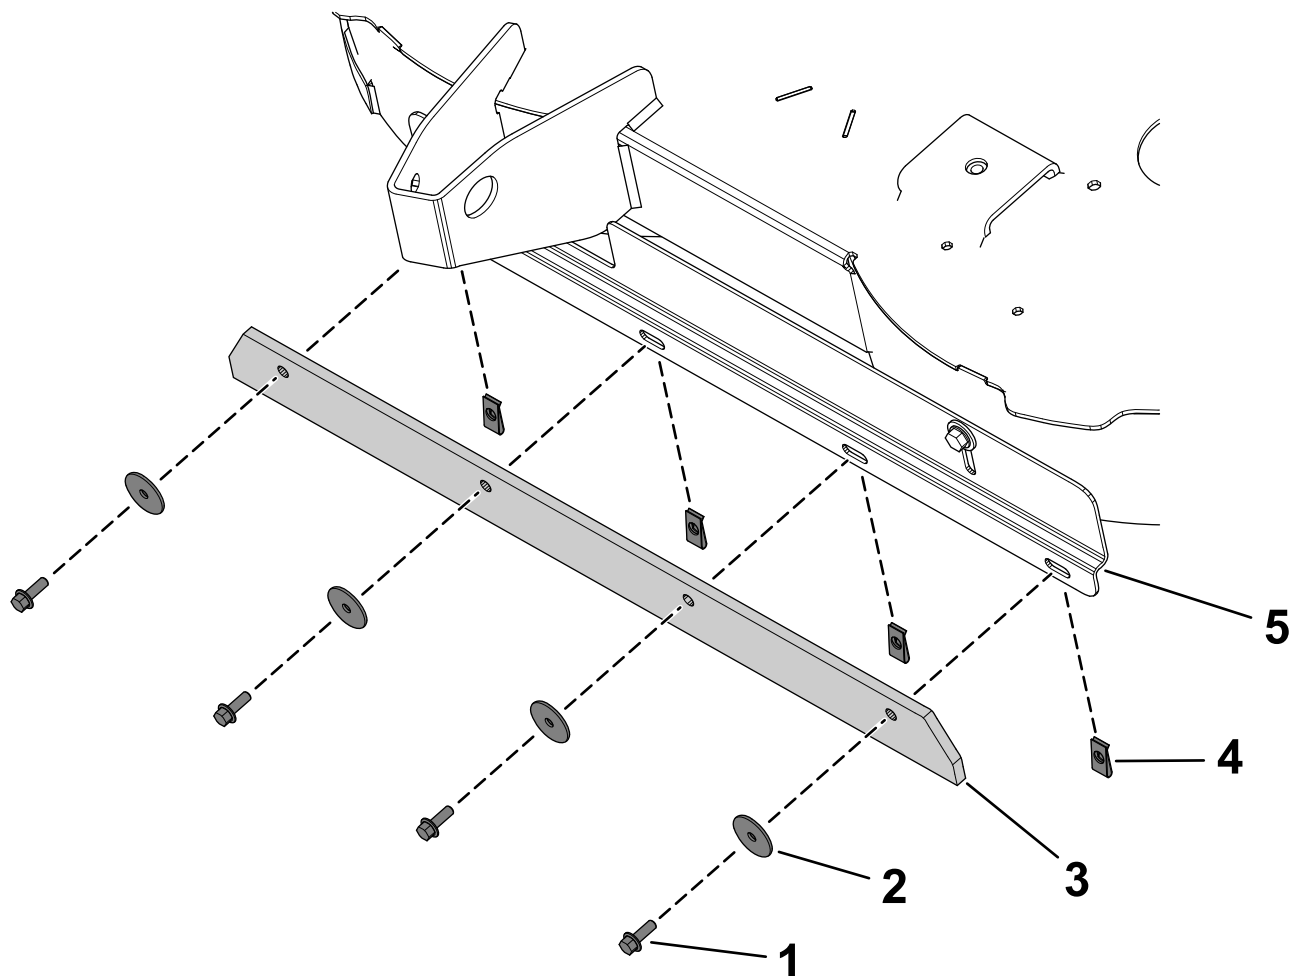

Figure 3
1. Vissez les 4 écrous rapides sur le support du traceur (Figure 3).
2. Fixez le racloir sur le support du traceur et les écrous rapides à l'aide de 4 vis à tête hexagonale (1/4 x 3/4 po) et 4 rondelles (Figure 3).